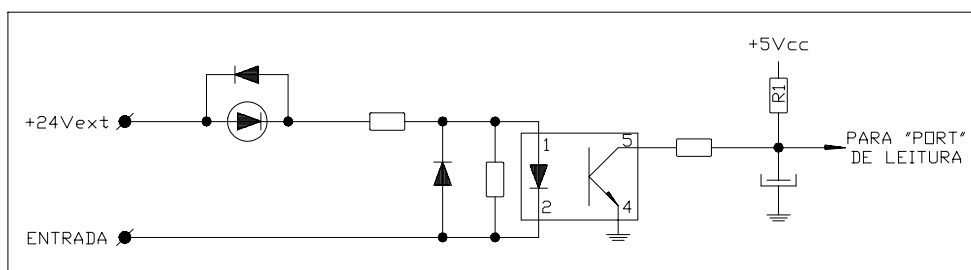

Figura 6 – Entrada Tipo N
- **Entrada Tipo N:** A comutação é executada quando o dispositivo externo aplica o pólo negativo da fonte na entrada digital. A (figura 6) exemplifica um circuito de entrada digital tipo N.